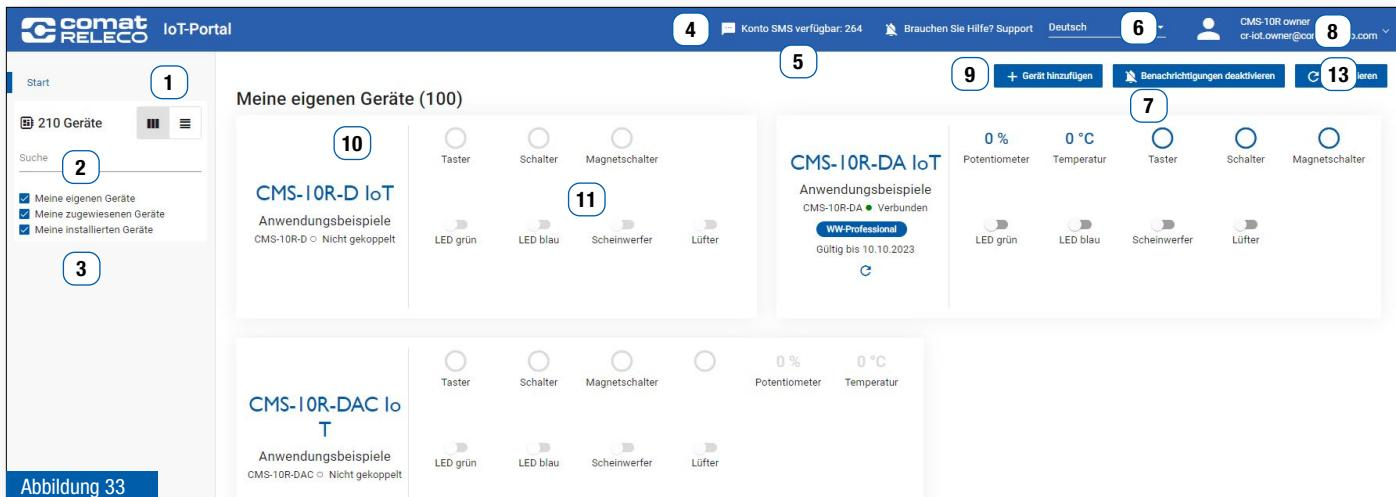

Abbildung 33
Die Geräteübersicht wird in einer Geräteansicht (Abbildung 33) oder in einer Listenansicht (Abbildung 34) dargestellt. Zum Teil sind unterschiedliche Informationen sichtbar.
Die Angaben des Kontoinhabers werden in diesem Menu eingegeben / geändert (siehe Abbildung 35, Abbildung 33 (8) und Abbildung 34 (8)). Felder mit einem Stern (*) müssen ausgefüllt werden.
Die hier gekauften SMS-Pakete gehören dem **Besitzer** und können für alle Geräte, welche diesem Besitzer zugeordnet sind, verwendet werden (siehe Abbildung 33 und Abbildung 34 (4)).